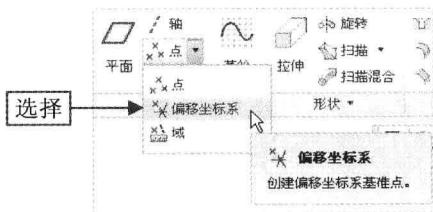

图 4-14 选择“偏移坐标系”选项
Step 02 单击“基准”面板中“点”右侧的下拉按钮，在弹出的下拉列表中选择“偏移坐标系”选项，如图 4-14 所示。